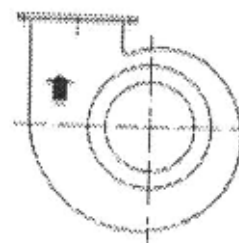

Fig 8
- Проверить соответствие направления вращения вентилятора (вентиляторов) стрелке, нанесенной на ротор (см. рис. 8).
- Периодически, не реже чем в начале каждого отопительного сезона, проверить направление вращения вентилятора по стрелке, нанесенной на вентилятор (см. рис. 8).